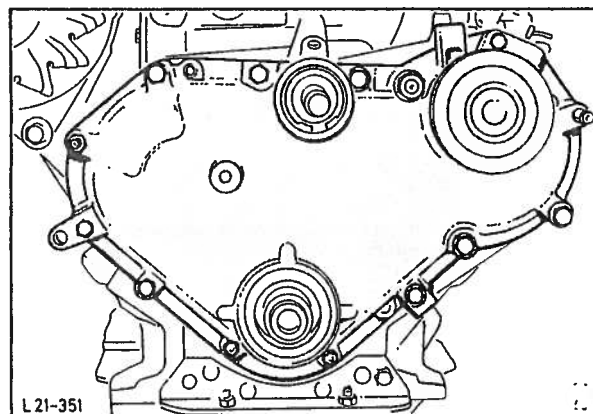

Fig. 95 Demontering av registerdeksel.
7. Demonter innsprøytningspumpens bolter (3) fra registerdekslet og skru av registerdekslet (8 bolter, 3 muttere), fig. 95.